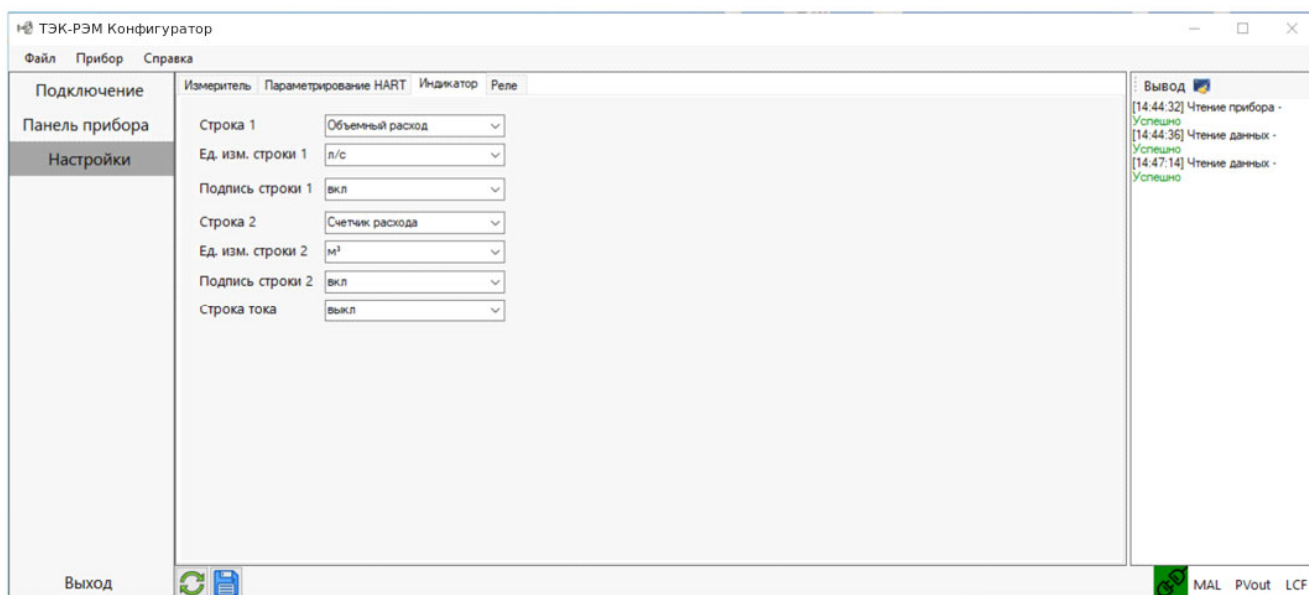

Рисунок 7 – Настройка отображения индикатора
- настройка отображения индикатора (рисунок 7);